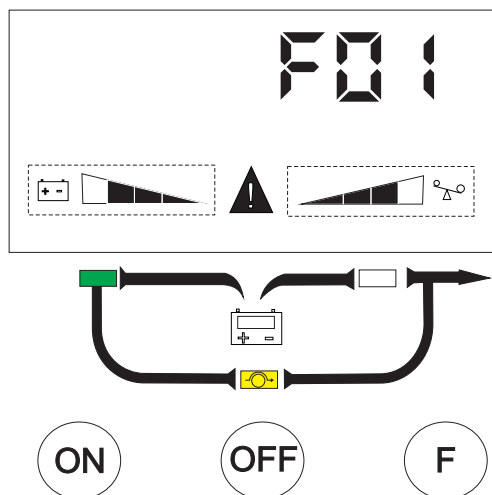

Figura 15
Caso ocorra uma falha no UPS, este entrará em modo de operação de falha, neste momento, o ícone de advertência aparece no visor, o buzzer emite sinais sonoros contínuos e o display mostra o código de falha ocorrido (consulte o item 12), o exemplo da exibição que aparece no display é mostrado na figura 15, o usuário pode trocar a visualização do display pressionando o botão "F". (OBS.: O UPS continua operando em modo falha).